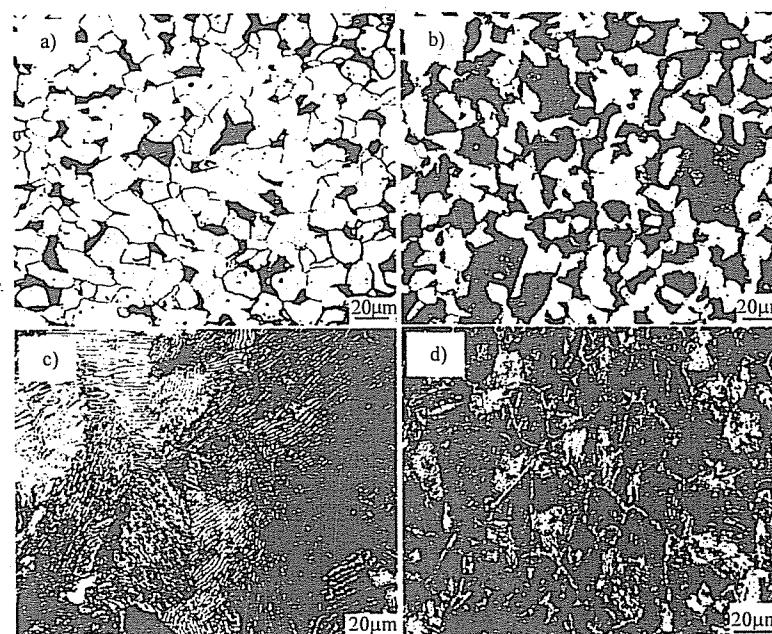

图 25-3 第三题第4小题图
4. (8分) 图25-3所示为四种不同碳含量的碳钢的室温平衡组织, 试估计它们各自的碳质量百分数 w_c 。